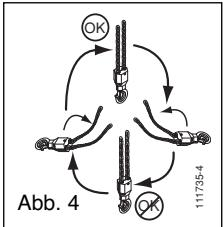

Abb. 4
2. Sicherstellen, dass die Lastkette bei der Anbringung des Gerätes nicht verdreht wurde, insbesondere bei der zwei-strängigen Ausführung (siehe Abb. 4).